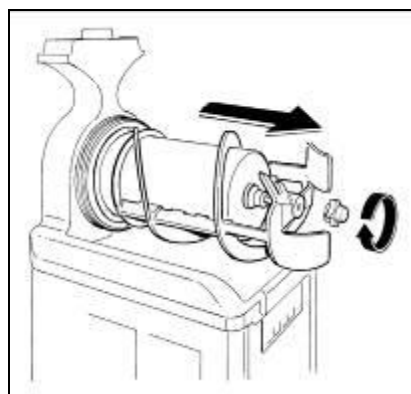

Fig. 9
- **S**vitare il pomello di fissaggio nel senso della freccia (filettatura sinistra) e procedere all'estrazione del gruppo di miscelazione e delle guarnizioni di tenuta (fig.9).